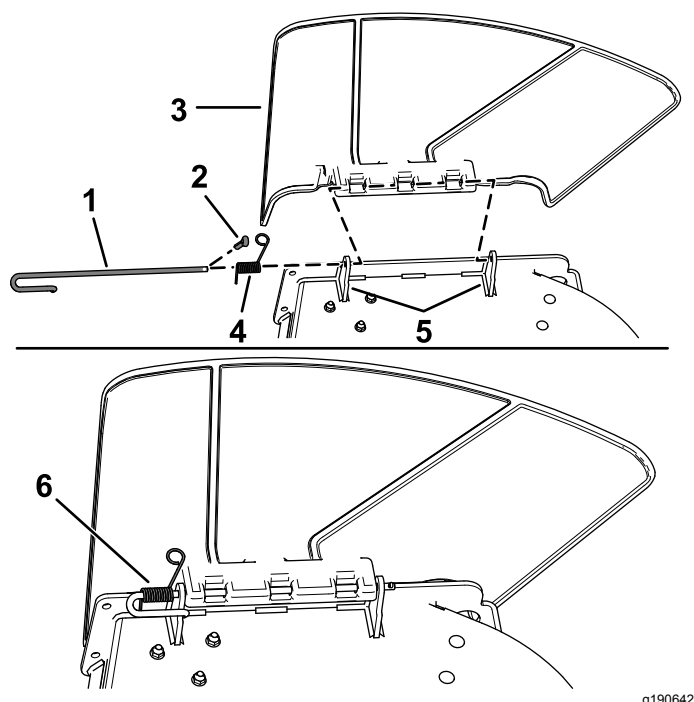

Figura 11
1. Retire la chaveta (Figura 11).
2. Desenganche el muelle de la muesca del soporte del deflector, y retire la varilla de los soportes soldados de carcasa, el muelle y el deflector de descarga (Figura 11).